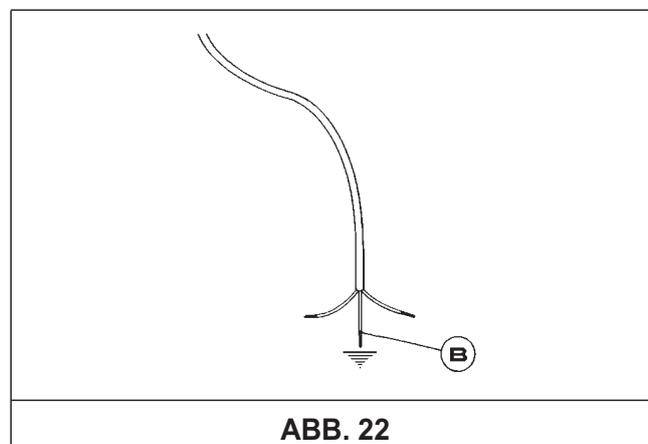

ABB. 22
*Falls das Anschlusskabel ausgetauscht werden muss, sollte der Installateur darauf achten, dass der Erdungsleiter länger sein muss als die Phase (siehe Abb. 22), darüber hinaus hat er sich an die Hinweise in Paragraph 8 zu halten.*